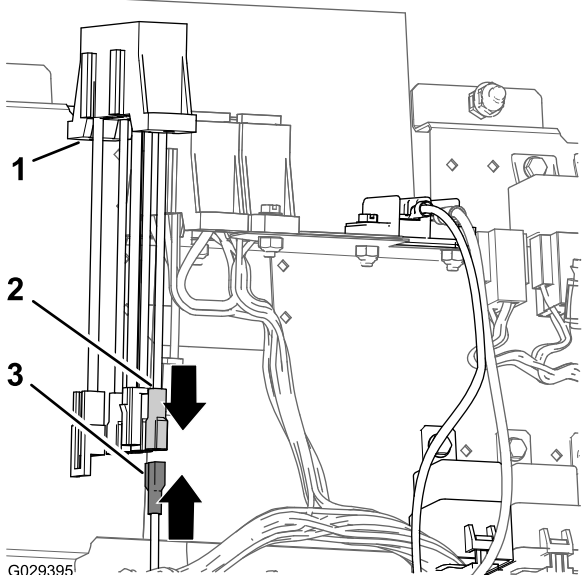

图21
1. 将修整组件线束的环形端子连接至辅助保险丝盒的插槽接头（图21）。